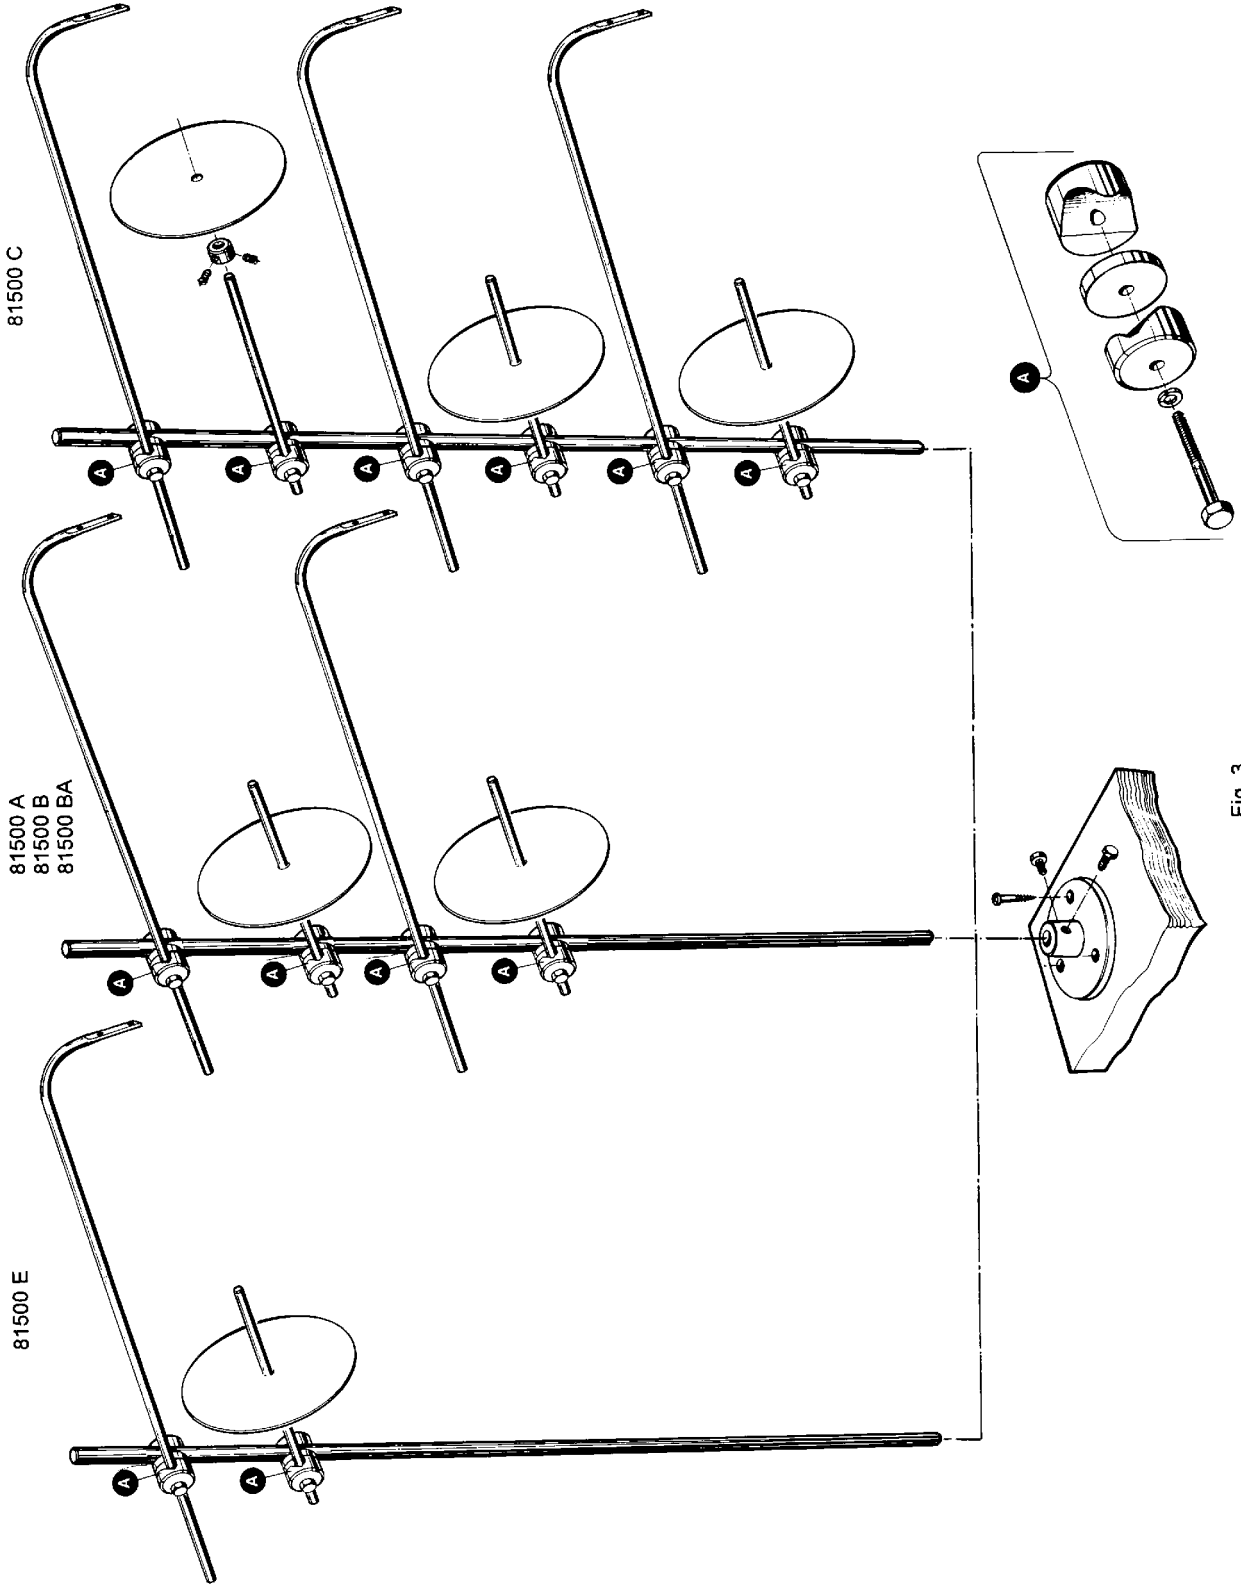

Fig. 3
12. Bauen Sie den Fadenständer, wie in Fig. 3 gezeigt, zusammen und montieren Sie den Fadenständerfuß mit drei Holzschrauben auf die rechte hintere Ecke der Nähtischplatte.